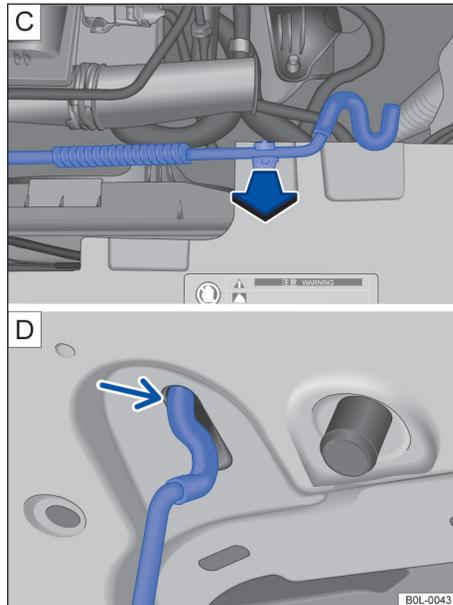

图 132 C 发动机舱内：支架中的发动机舱盖支撑杆；D 发动机舱盖上：发动机舱盖支撑杆的支座
- 将发动机舱盖支撑杆沿箭头方向从支座中取出 → 图 132 C，然后插入发动机舱盖上的开口内 → 图 132 D（箭头）。
- 略微上抬发动机舱盖 → ③。
- 摘下发动机舱盖支撑杆，然后卡入前围支架中的支座内 → 图 132 C。